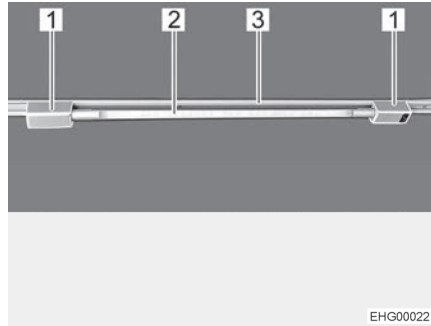

Bild 26 Röhrenleuchte
- Beide Halter (Bild 26,1) in die Schiene (Bild 26,3) einsetzen. Dazu die Halter um 90° drehen.
- Leuchtenkörper (Bild 26,2) in einen der Halter stecken.
- Leuchtenkörper (Bild 26,2) drehen, bis die gewünschte Leuchtwirkung erreicht ist.